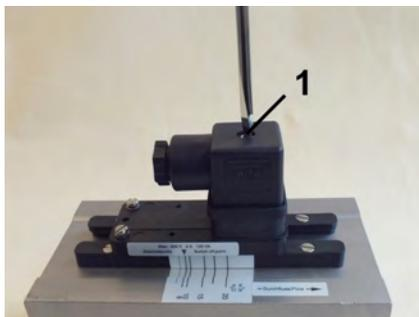

Abb. 45: Steckerdose lösen
1. ➤ Mit einem Schlitzschraubendreher die Befestigungsschraube (Abb. 45/1) der Steckerdose lösen